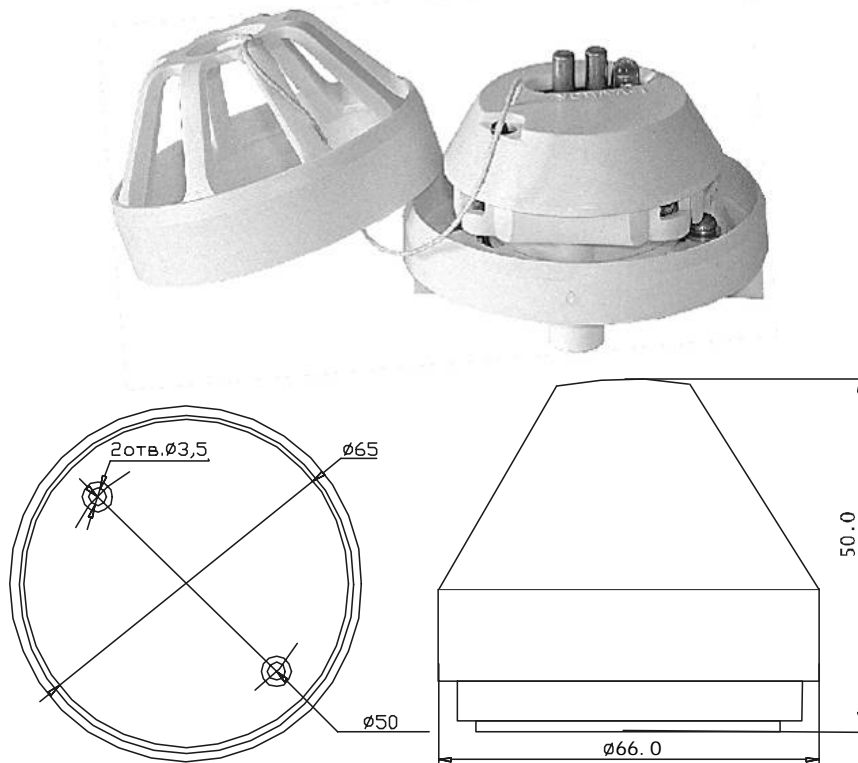

Рис. 1
6.1 Устройство устанавливается на потолках или других конструкциях охраняемых помещений согласно требованиям СП5.13130.2009. Площадь, контролируемая одним устройством, определяется согласно п.13.6.1 СП 5.13130.2009. Габаритные и присоединительные размеры приведены на рис.1.